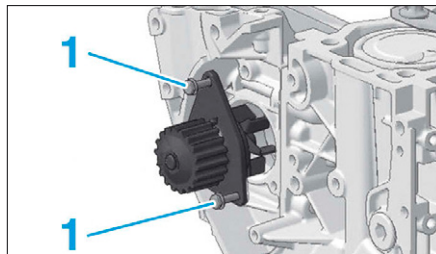

FIG. 13
- Déposer les deux vis de fixation (1) de la pompe à eau et extraire la pompe (Fig.13).